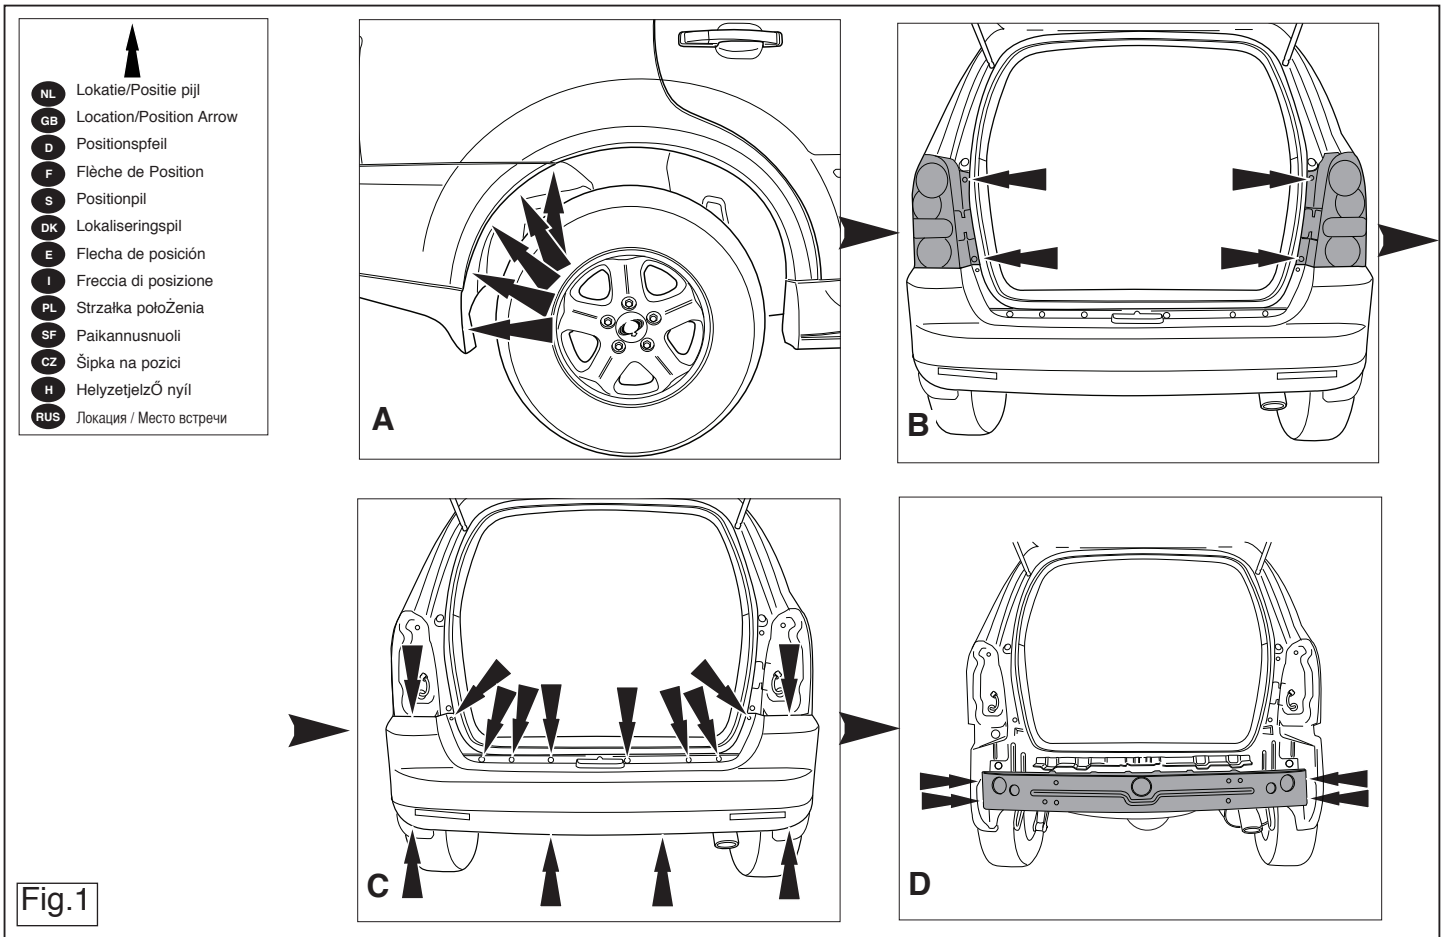

Fig.1
1. Remove the rear-light units. See figure 1.
2. Remove the bumper and the steel buffer beam from the vehicle. See figure 1.
1. Die Rücklichter abmontieren. Siehe Abbildung 1.
2. Die Stoßstange einschließlich des stählernen Stoßbalkens vom Fahrzeug abmontieren. Siehe Abbildung 1.
1. Démonter les feux arrière. Voir la figure 1.
2. Déposer le pare-chocs du véhicule y compris la traverse en acier. Voir la figure 1.